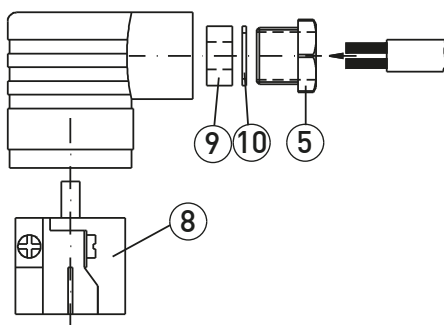

Abb. 4
- ↪ Führen Sie die Anschlussleitung durch die Kabelverschraubung ⑤, den Druckring ⑩ und den Gummieinsatz ⑨ in die Leitungsdose ein (→ Abb. 4).